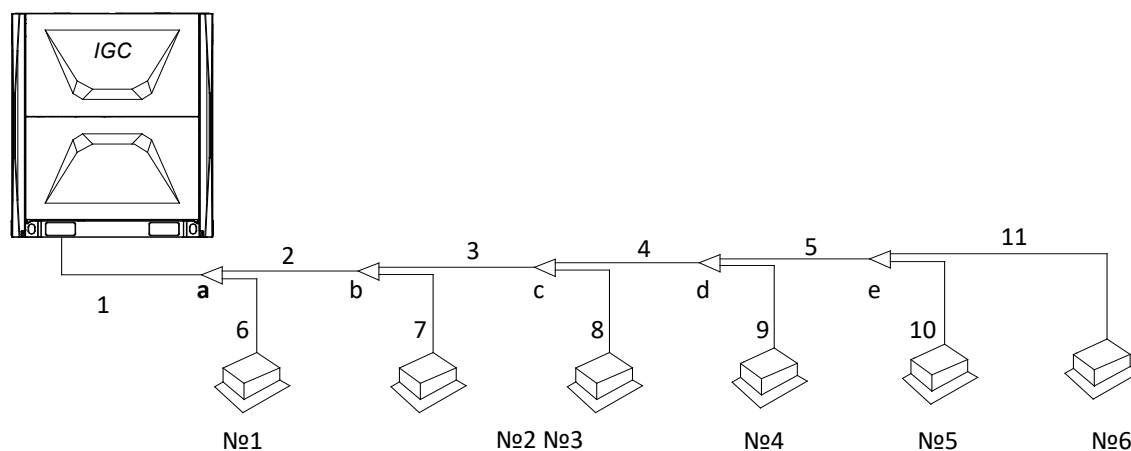

Рис.2.13- Схема трубопровода
1. Подсоедините шланги манометрического коллектора к портам газовой и жидкостной трубы (см.рис.2.13); вакуумируйте систему не менее 2-х часов; степень вакуумирования должна быть не выше -755 мм ртутного столба.